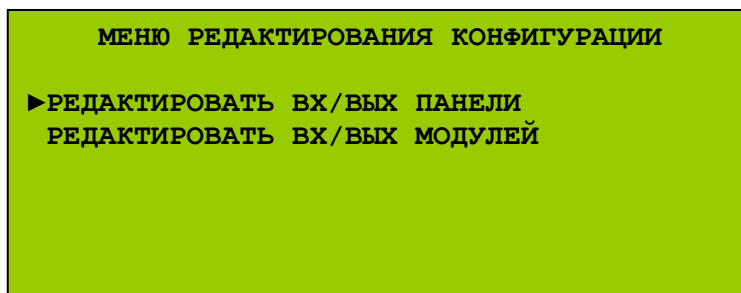

Рис. 96 (Меню редактирования входов и выходов БПК и модулей)
- 3) В меню УД3 выбрать «Редактирование конфигурации» \ «Редактировать Вх/Вых». Откроется меню редактирования входов и выходов БПК и модулей (Рис. 96).